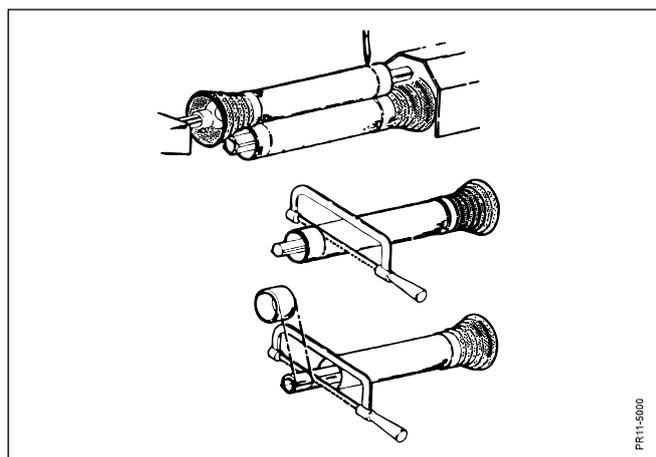

Fig. 2-6
**Fig. 2-6** Monter les deux demi-transmissions en parallèle, l'une à l'autre, en position horizontale et faire un repère de 30 mm sur l'extrémité de chaque protection. **Raccourcir les quatre tubes à la même longueur.** Enlever les barres et nettoyer.